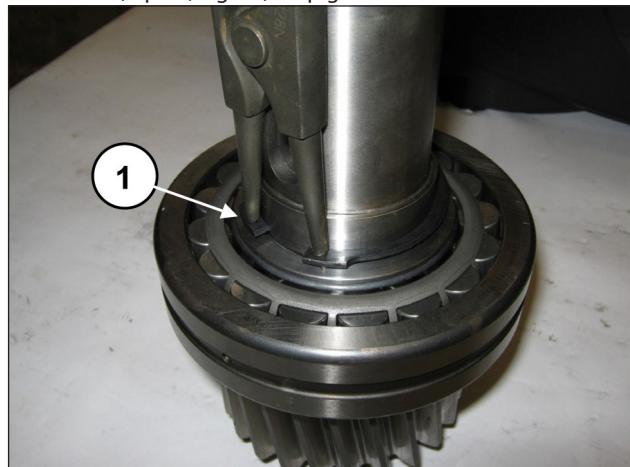
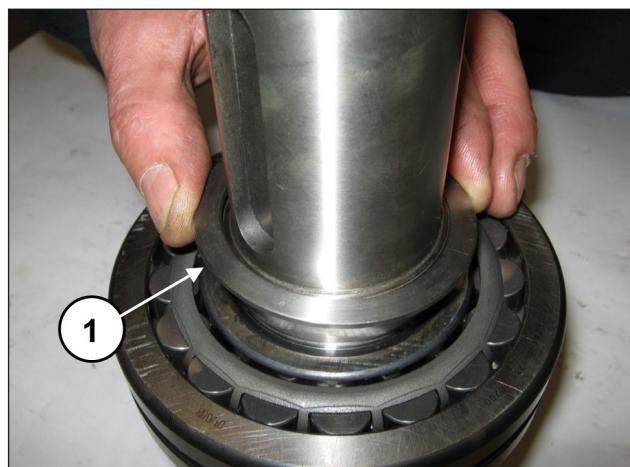

Fig. 9
Fig. 10
Déposer le circlip Ø55 (rep. ①, Fig. 9) et la bague d'appui roulement (rep. ①, Fig. 10) du pignon.